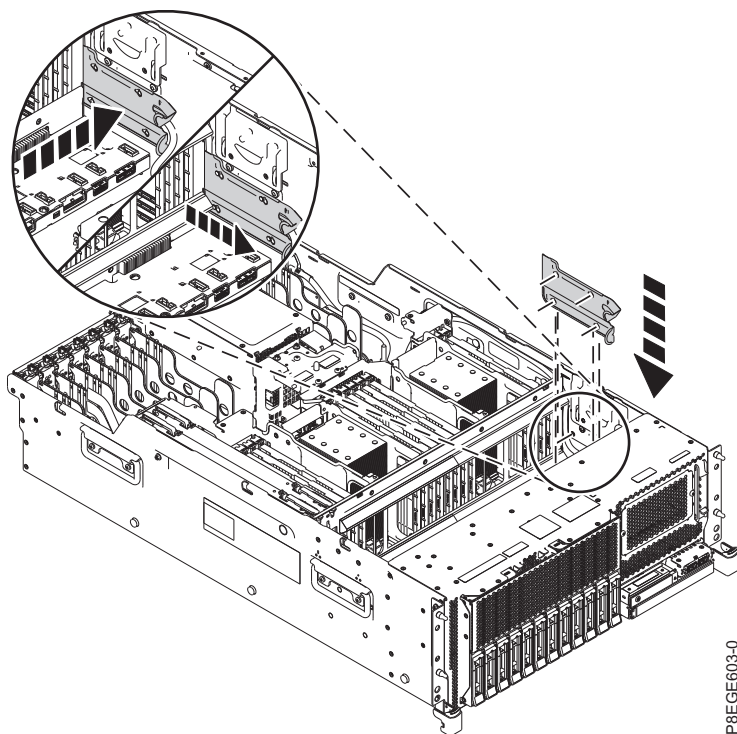

Figura 4. Sustitución de la cubierta del cable USB
5. Vuelva a colocar la cubierta del cable USB insertando las ranuras de la cubierta sobre las patillas del chasis. Sujete el asa superior de la cubierta y tire de la cubierta hacia la parte frontal del sistema. Tire de la cubierta hasta que las ranuras estén colocados sobre las patillas y el asa superior de la cubierta encaje en su sitio. Consulte la Figura 4 en la página 7.